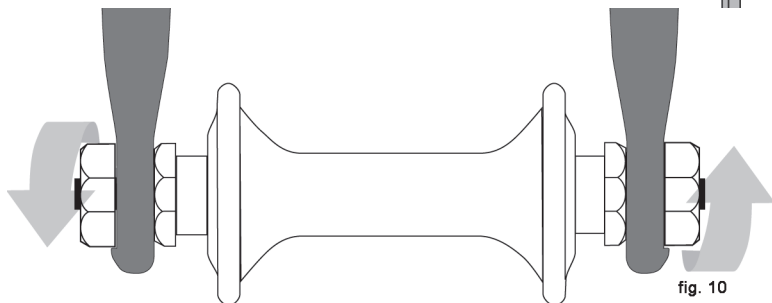

fig. 10
- Die Nabenachse weist beidseitig Gewinde auf, auf oder in die Sechsmuttern oder Innensechskantschrauben gedreht werden (siehe Abb. 10)